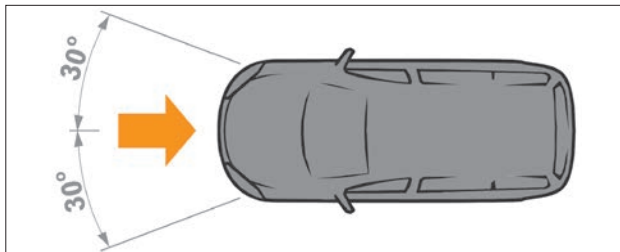

Рис. 2.6.5. Зона действия и срабатывания фронтальных подушек безопасности
- в случае достаточного по силе удара, действующего на автомобиль спереди при определенных условиях (см. рис. 2.6.5).